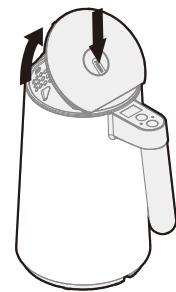

Figura 1
2. Srotolare completamente il cavo di alimentazione e posizionare la base di alimentazione su una superficie piana, stabile e in piano. Premere il pulsante per aprire il coperchio (Figura 1).